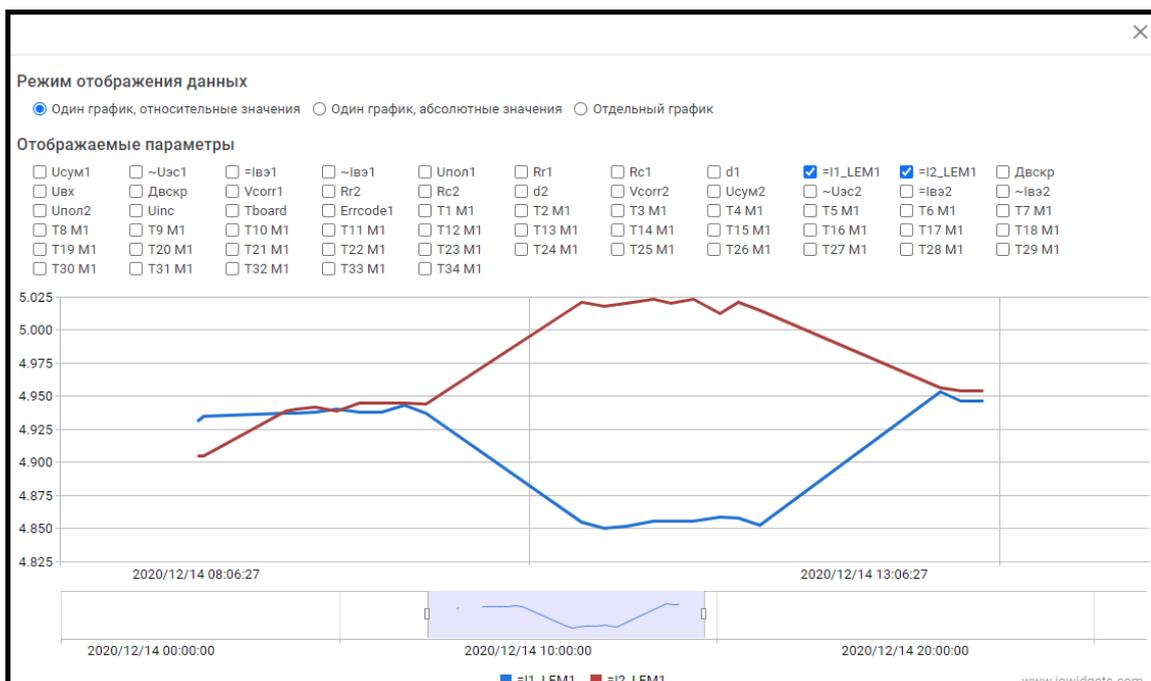

Рисунок 34 – Вид графика в режиме «Один график, относительные значения»
- Режим «Один график, относительные значения» отображает все выбранные параметры на одном графике, используя единую шкалу величин (рисунок 34).